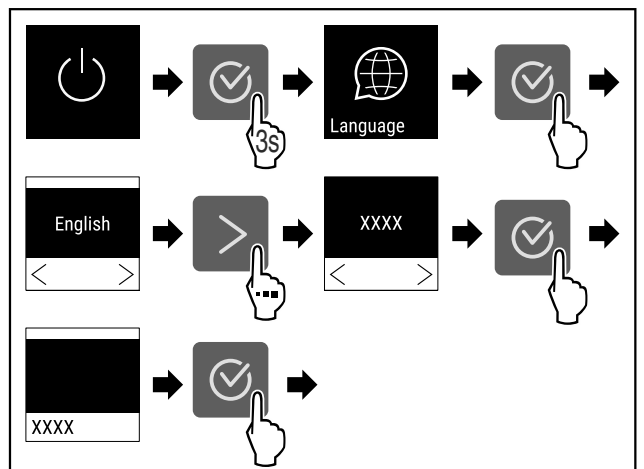

Fig. 52
- ▶ Følg anvisningene (se Fig. 52).